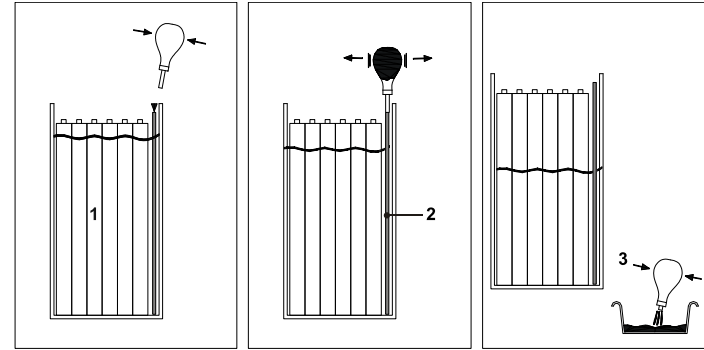

Figura 6-7. Purgar a água
- Drene a água que pode acumular no fundo do contentor (inundação do electrólito, fuga do conteúdo do circuito centralizado, limpeza da bateria...). Utilize o dispositivo fornecido com a máquina para purgar a água como mostrado na Figura 6-7.